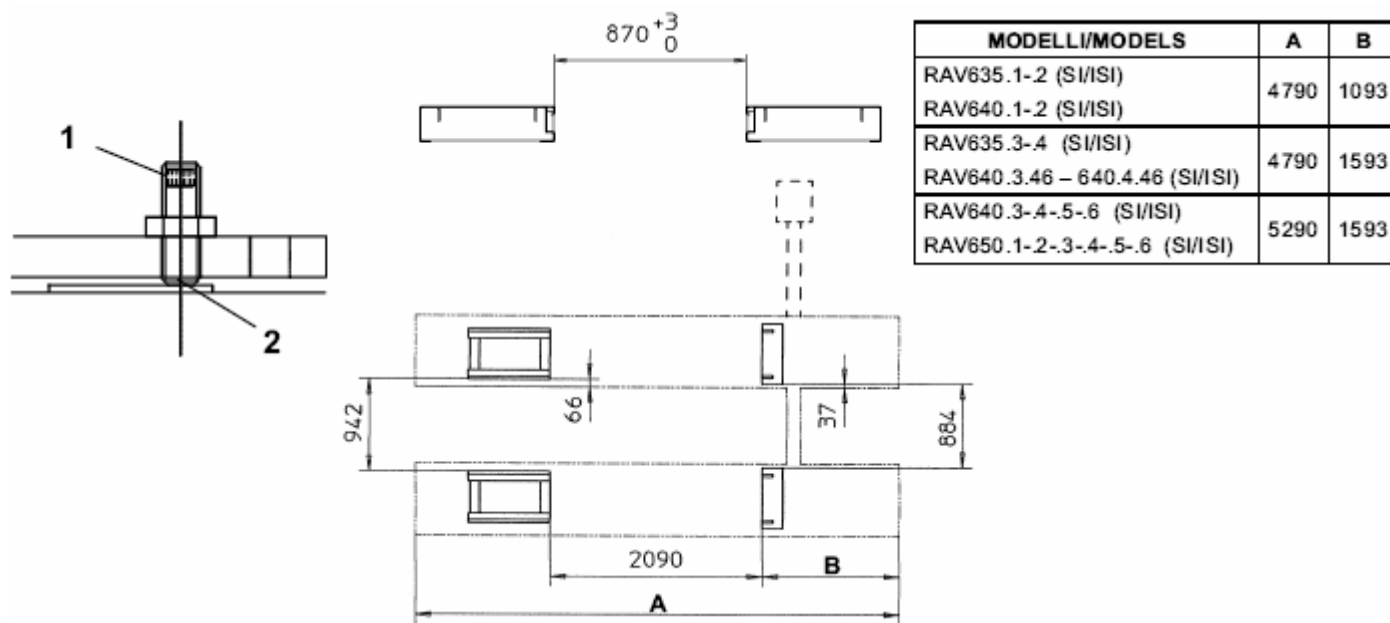

Рис. 18
- Удалить кожух с пульта управления, установить его в соответствующую позицию и заменить пробку бака пробкой со щупом для измерения уровня масла (13);
- Соединить шланги (2-7-8) с клапанами, шланги (3-5) с пультом управления, а дренажную трубу (11) со штуцером (12) Для установки с врезкой в корпус, необходимо проложить шланги до их соединения;
- Присоединить шланги **9-10** (детектор люфтов) и установить платформу **P2** в канаву, сохраняя при этом расстояние 870^{+3}_0 между платформами, за счет установки шайб **(2)** под регулировочными винтами **(1)** на опорной поверхности **(Рис. 18)**.